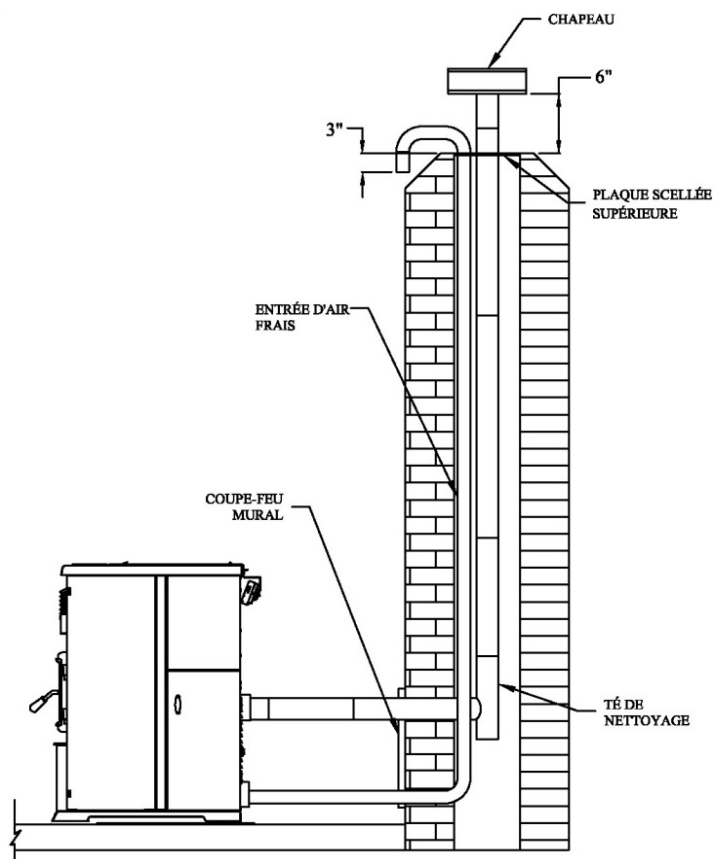

Figure 16
(voir figure 16.)
4. Installez un "té" dans la partie inférieure du tuyau d'évacuation jusqu'à ce que le centre de la buse de raccordement du "té" soit aligné avec le centre du trou dans la maçonnerie, tel que montré à la figure 16.